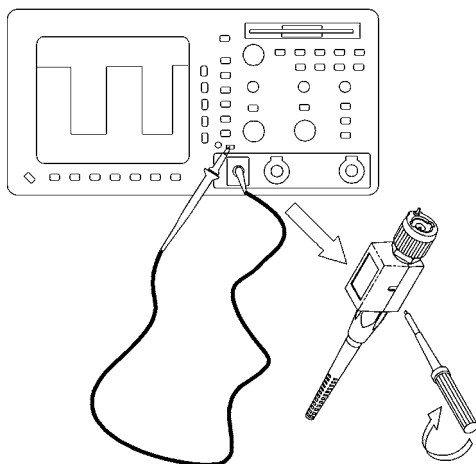

Рис. 1.10. Компенсация пробника осуществляется регулировкой либо в головке, либо в компенсаторе, подключаемом к входу осциллографа.
2. Подключить наконечник пробника к выходу калибровочного сигнала на лицевой панели осциллографа (см. рис. 1.10).